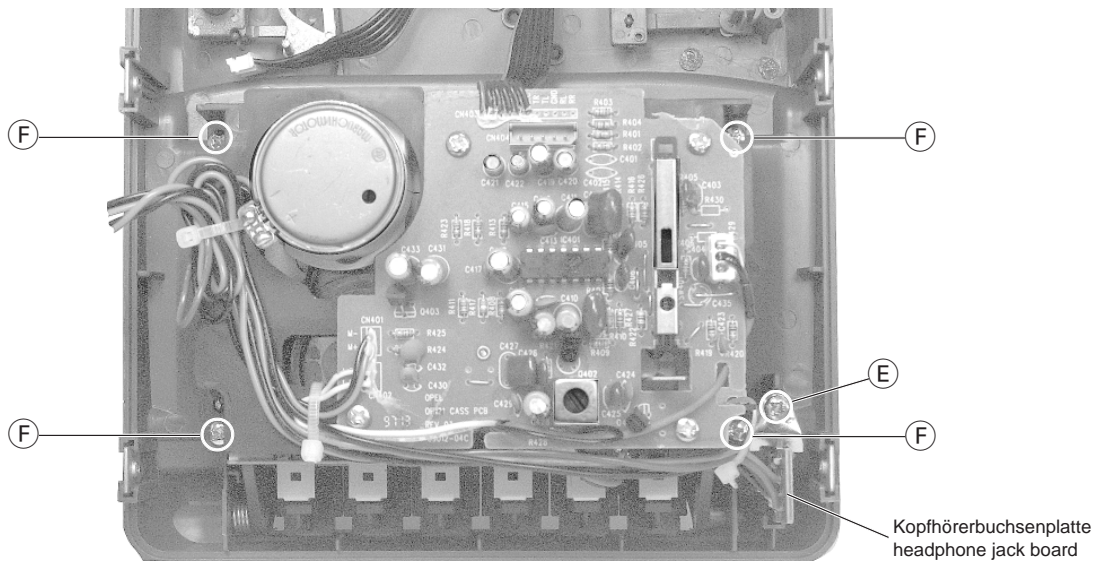

Fig. 3
- Schraube (E) (Fig. 3) herausdrehen und Kopfhörerbuchsenplatte herausziehen.
- 4 Schrauben (F) herausdrehen.
- Undo the screw (E) (Fig. 3) and take out the headphone jack board.
- Undo 4 screws (F).